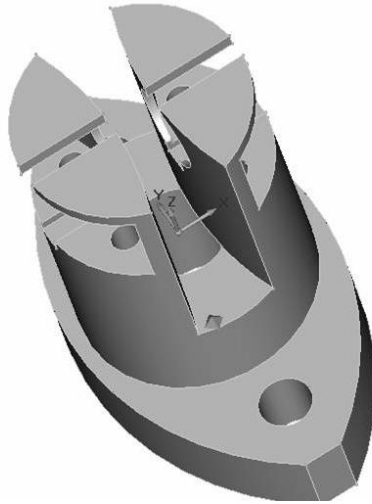

Рисунок 2.22 – 3D-модель деталі
17. Вкажіть корпус деталі, тіло і натисніть середню кнопку миші. Тіло відніме свій об'єм в корпусі і в результаті отримаємо 3D-модель (рис. 2.22).